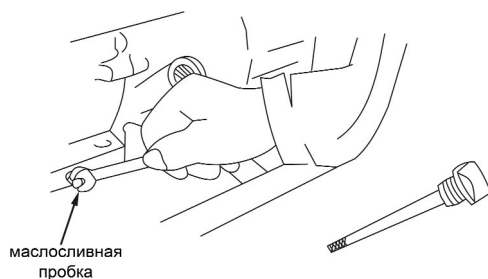

Рис. 12
- отвернуть маслосливную и маслосливную пробки. Слить масло. Установить маслосливную пробку на место и надёжно её затянуть (см. рис. 12).